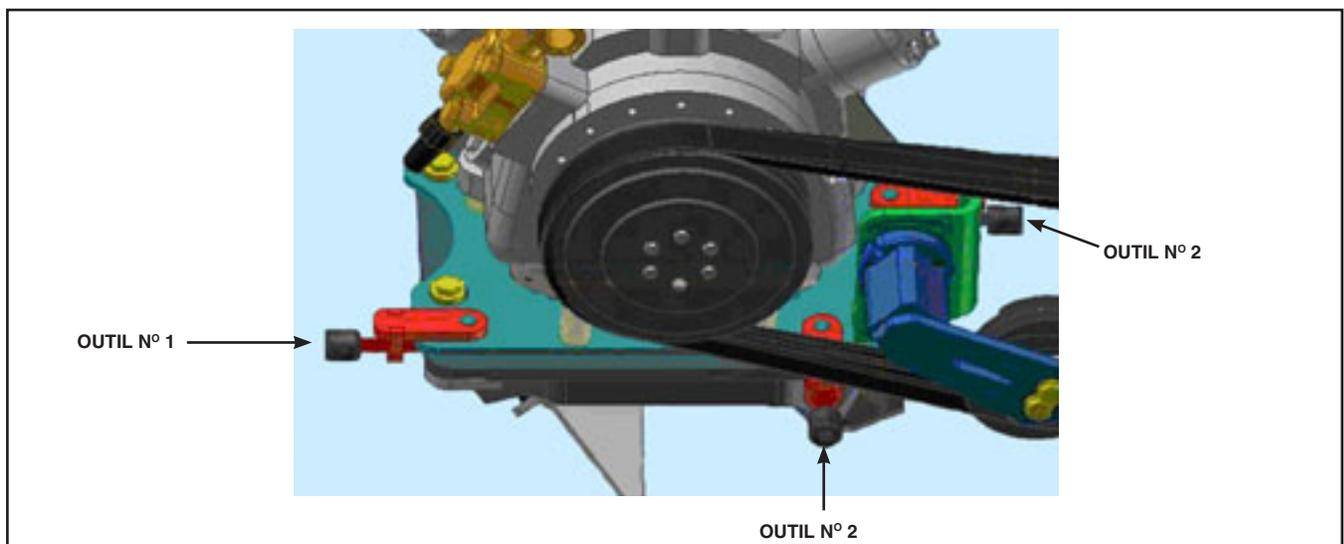

Figure B1 - Outils d'ajustement du compresseur
Des outils d'ajustement sont disponibles pour faciliter l'alignement de la courroie du compresseur. Nova Bus recommande l'installation d'un support de tendeur de courroie sur le compresseur. La procédure de ce document inclut trois outils d'ajustement pour faciliter l'alignement. Voir Figure B1.
2. Installer les outils d'ajustement sur les trois tiges d'ancrage de la plaque du compresseur. Voir Figure B1.
8. Appliquer une tension sur la courroie à l'aide de l'outil d'ajustement n° 1 jusqu'à l'obtention d'une tension de 190 lb, puis balancer l'alignement du laser avec l'outil d'ajustement n° 2. Voir Figure B1.